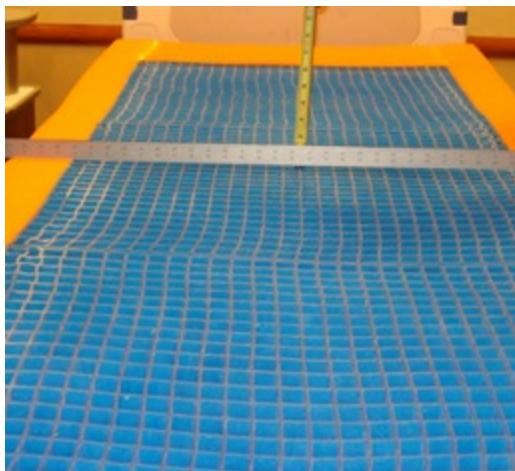

Figura 6-3: Posizione della riga graduata
5. Posizionare la riga graduata (lunga almeno 88,9 cm) trasversalmente rispetto al gel, da sinistra a destra, in corrispondenza della regione sacrale (sezione seduta del paziente) della superficie di supporto (Figura 6-3 a pagina 6-17).